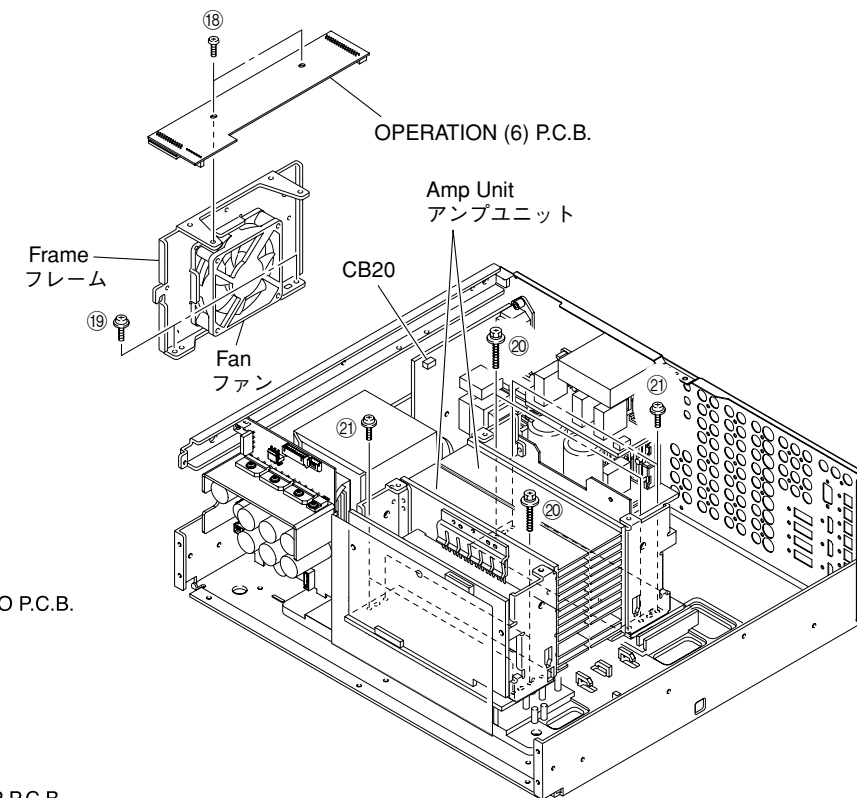

Fig. 6
7. Removal of OPERATION (6) P.C.B.
- Remove 2 screws (18). (Fig. 6)
- Remove the OPERATION (6) P.C.B. which is connected directly to the lower P.C.B. with connectors. (Fig. 6)
- Remove 2 screws (19). (Fig. 6)
- Remove CB20. (Fig. 6)
- Remove the Fan together with the frame by lifting them up. (Fig. 6)
- Remove 4 screws (20) and 4 screws (21). (Fig. 6)
- Remove the Amp Unit. (Fig. 6)
7. OPERATION (6) P.C.B.の外し方
- 18のネジ2本を外します。(Fig. 6)
- OPERATION (6) P.C.B.を取り外します。(Fig. 6) 但し、OPERATION (6) P.C.B.は、下方のP.C.B.と直接コネクタ接続されています。
- 19のネジ2本を外します。(Fig. 6)
- CB20を外します。(Fig. 6)
- ファンをフレームといっしょに上方に取り外します。(Fig. 6)
- 20のネジ4本、21のネジ4本を外します。(Fig. 6)
- アンプユニットを取り外します。(Fig. 6)